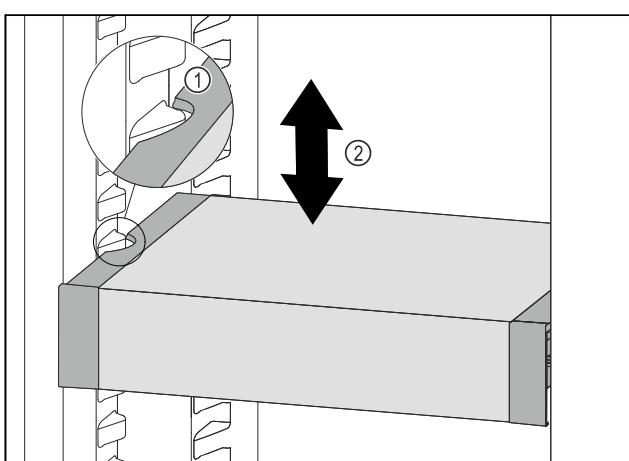

Fig. 137
- VarioSafe tiahajte dopredu, dokým sa bočné vybrania VarioSafe nebudú nachádzať vo výške rebra nádoby v chladničke. Fig. 137 (1)
- VarioSafe v chladničke presúvajte nahor alebo nadol, dokým sa dosiahne požadovaná výška. Fig. 137 (2)